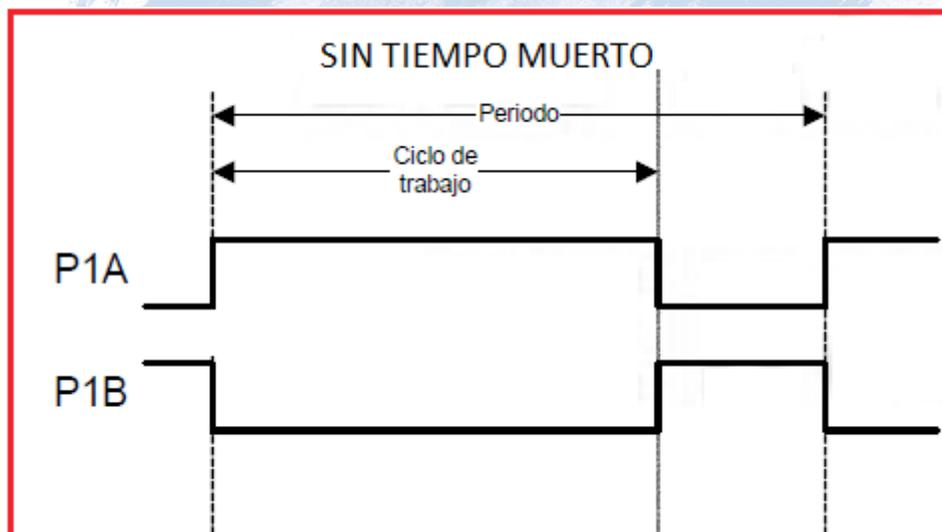

Figura 2.20. Señales moduladas de un circuito HALF-BRIDGE.
**Tiempo muerto (dead band delay).** En el modo de salida Medio Puente, debido que las señales moduladas son invertidas y al manejar un circuito semipuente, puede ocurrir que entre en conducción simultáneamente los dos dispositivos y provocar una corriente que puede destruir a los dispositivos, como se indica en la figura 2.20.